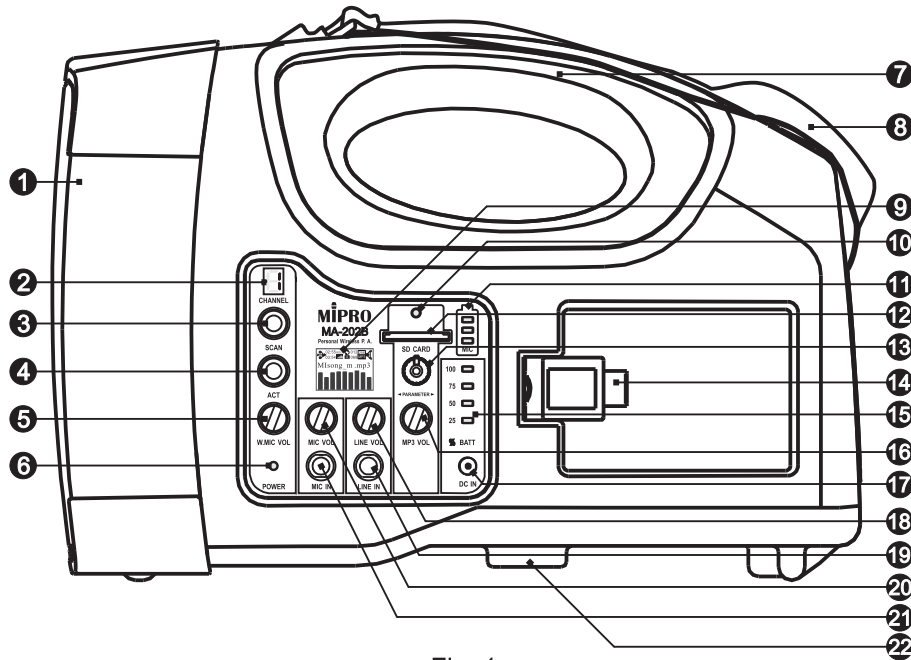
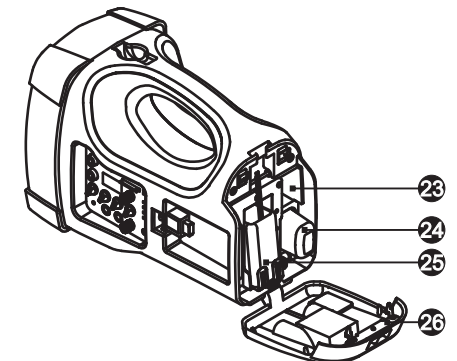

Fig. 1
Fig. 2
I. MA-202B Part Names, Fig. 1, Fig. 2